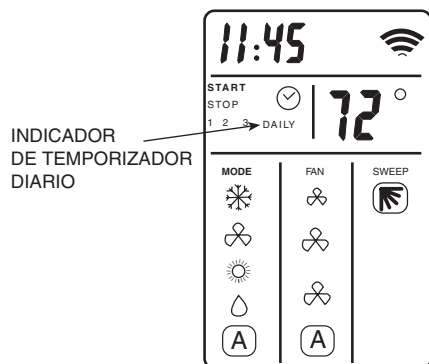

Figura 9 — Indicador de temporizador diario en el visor del mando a distancia
3. Oprima el botón SET hasta que aparezca la palabra “DAILY” (DIARIO) en el visor. Vea la figura 9.